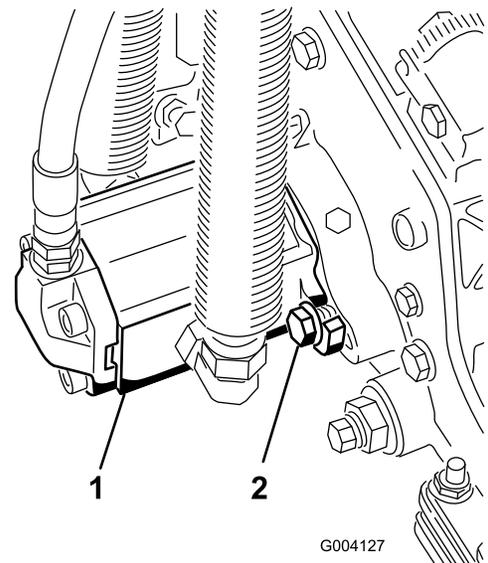

Figura 11
15. Instale o motor rodando-o no sentido dos ponteiros do relógio de forma que as flanges do motor se afastem dos parafusos (Figura 11). Rode o motor no sentido contrário aos ponteiros do relógio até que as flanges envolvam os parafusos e apertem os parafusos.